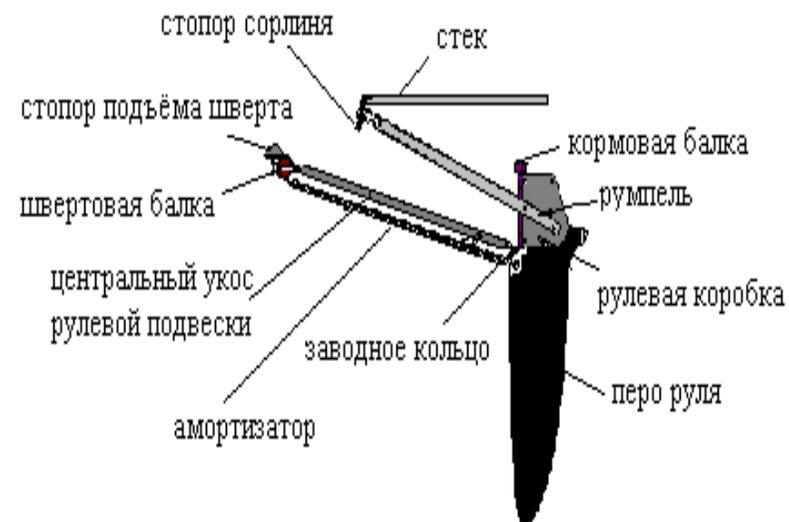

рис.9. Рулевое устройство.
1.Установите рулевую коробку (рис.9.). Для этого:
2. Установите перо руля в рулевую коробку, зафиксируйте болтом (M8x75), наденьте на этот болт румпель, закрепите гайкой-барашком. Румпель должен располагаться таким образом, чтобы стек был сверху (рис.9.). Зафиксируйте румпель вторым болтом.
3. Закрепите амортизатор пера руля на планке, установленной на швертовой балке (рис.9.). Таль подъема пера руля (сорлиня) заведите в клиновидный стопор на румпеле. Для предотвращения выпадения сорлиня из стопора завяжите на ходовом конце узел "восьмерка".